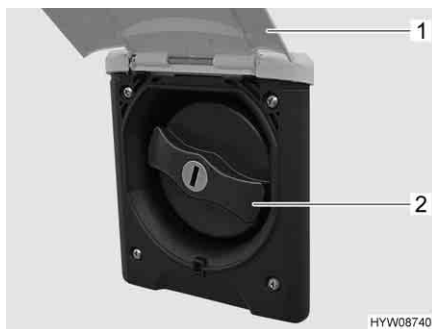

Fig. 84 Coperchio per bocchettone di riempimento dell'acqua potabile
- Sollevare lo sportello esterno (Fig. 84,1).
- Ruotare il coperchio blu (Fig. 84,2) di un quarto di giro.